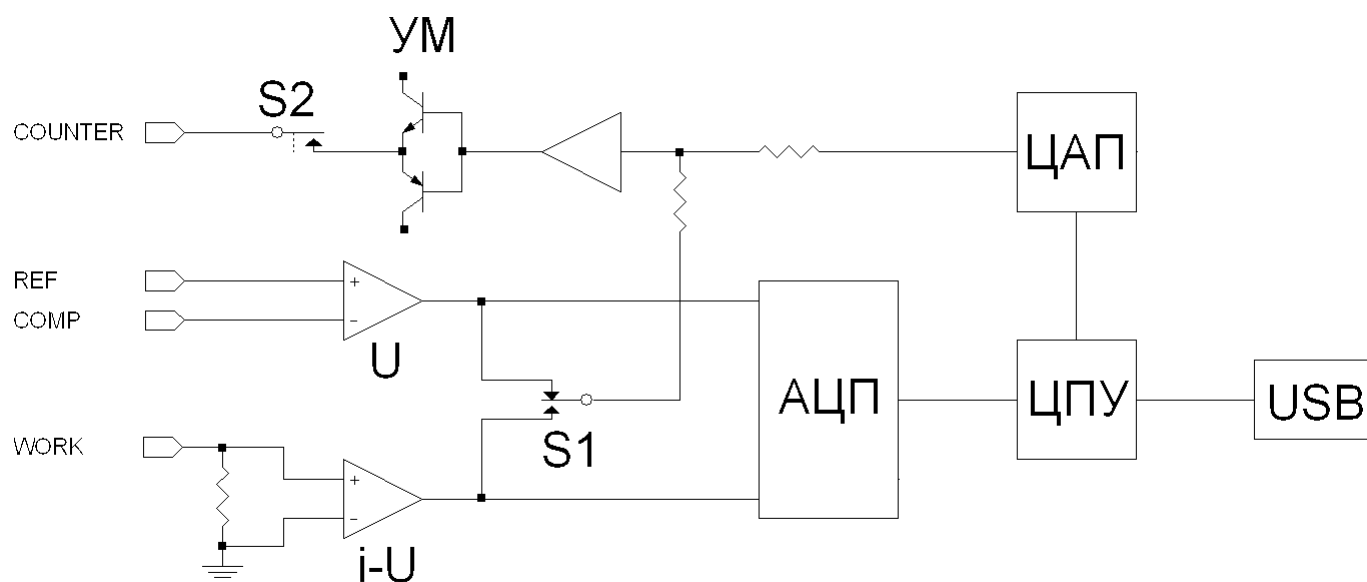

Рис. 1. Блок схема потенциостата типа P-30J.
Прибор (рис. 1, 2) представляет собой сложное электронное устройство, в котором имеются два предусилителя - один для тока ($i-U$), другой для потенциала (U). С них сигнал подается на селектор типа работы ($S1$ - выбирает режим работы потенциостат - гальваностат) и на двухканальную АЦП. С селектора типа работы $S1$ сигнал обратной связи подается на сам усилитель потенциостата, а с него на усилитель мощности УМ. Коммутатор $S2$ служит для подключения электрода Counter (включения ячейки). В приборе имеется микропроцессор (ЦПУ) который управляет работой ЦАП, (задающего выходной сигнал потенциостата) и остальными узлами прибора. Для связи с ПК имеется преобразователь USB - интерфейса.